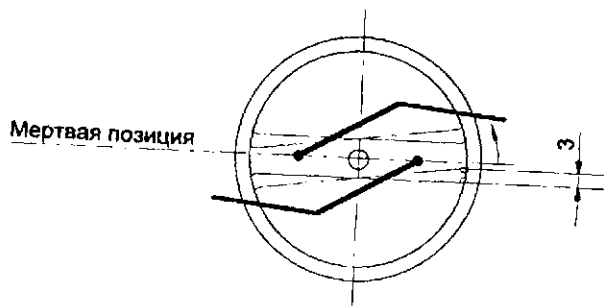

Рис. 8 Положение кранк-колеса для выравнивания дверных полотен.
2. Повернуть кранк-колесо при закрытой двери до тех пор, пока возвратная пружина не будет полностью сжата. При этом кранк-колесо должно заходить за точку мертвой позиции на 3 мм. См. Рис. 8. Возвратная пружина должна работать как стопор. При необходимости ослабить гайки и отрегулировать возвратную пружину.